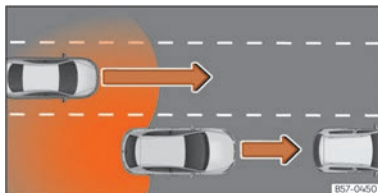

Abb. 132 Überholen mit Verkehr im hinteren Bereich.
- Bei einer Überholung durch ein anderes Fahrzeug »» (Abb. 132).